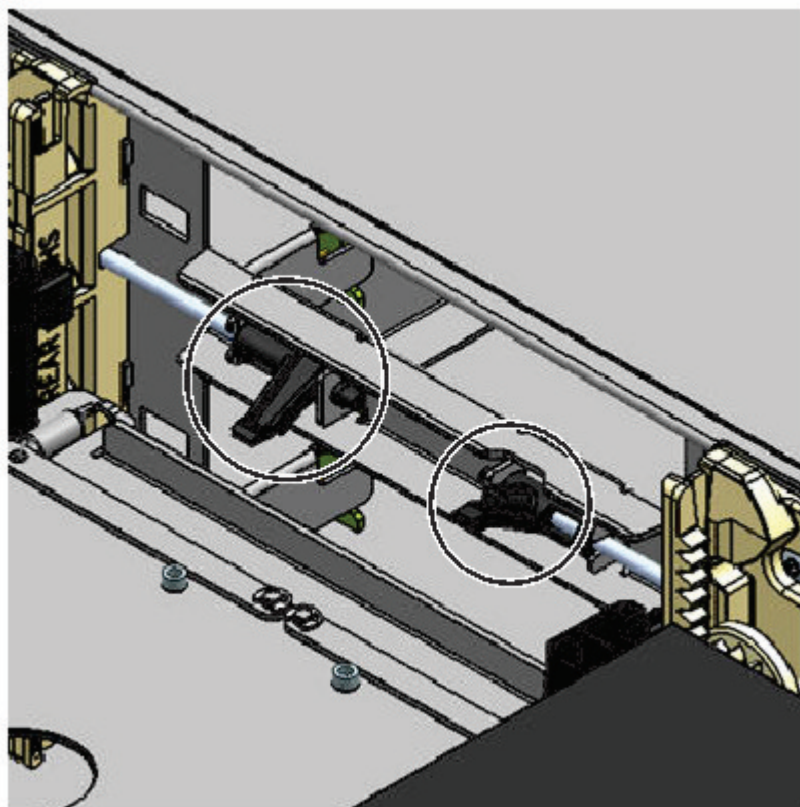

図 70. マガジンのリリース・レバー
1. マガジンのリリース・レバー (149 ページの図 70 の丸で囲まれた箇所) を使用して、左右のマガジンを取り外します。レバーを押し上げて、マガジンを引き出します。